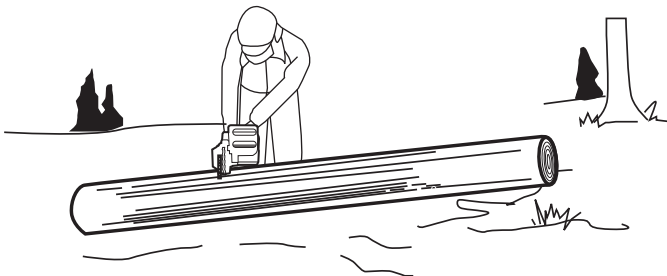

Abb. 26
6. Stehen Sie bei Sägearbeiten am Hang stets oberhalb des Baumstammes (Abb. 26).